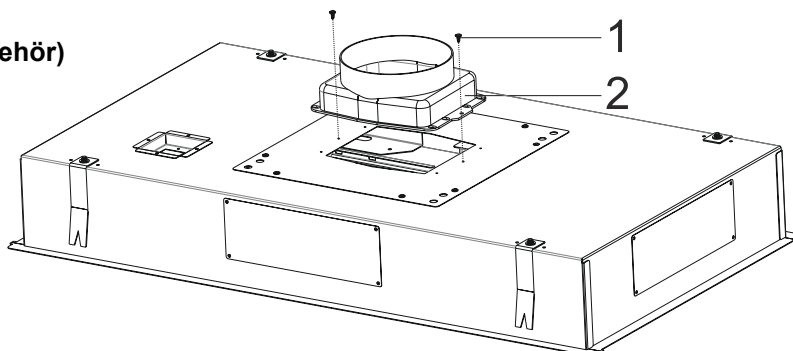

Fig. 26
15. ► Placera nu Ø150mm utsugsadaptorn med returspjäll ovanpå täckplattan med utsugshålet och skruva fast den med 2 st 3,5x9,5 skruvar (Fig. 26).